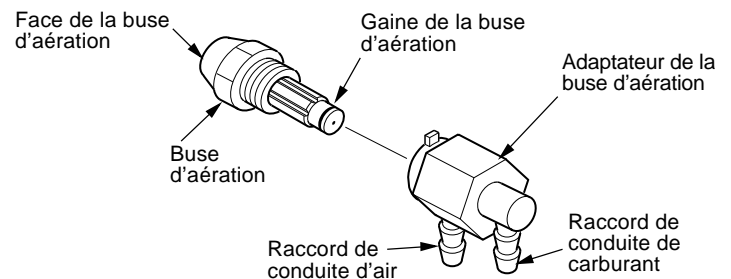

Figure 16 - Buse d'aération et son adaptateur
6. Retirez délicatement la buse d'aération de son adaptateur à l'aide d'une clef à écrou de 5/8" (voir Figure 16).
9. Remplacez la buse d'aération dans son adaptateur jusqu'à ce que la buse soit bien en place. Serrez un tiers de tour de plus à l'aide d'une clef à écrou de 5/8" entre 4,5 et 5,1 N-m (40 à 45 pouce-livres). Voir Figure 16.